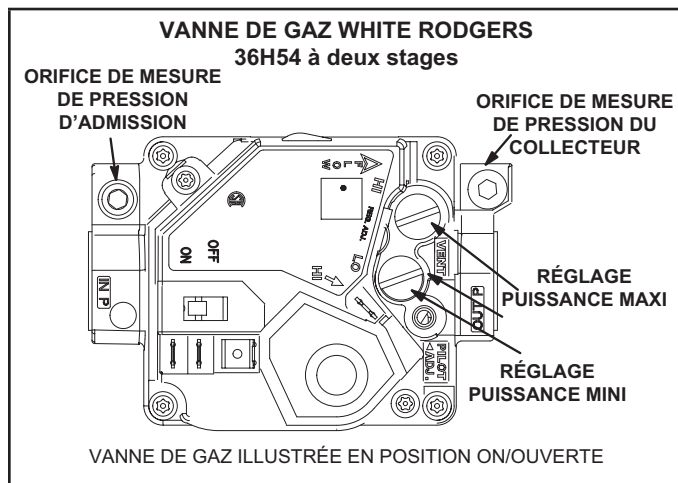
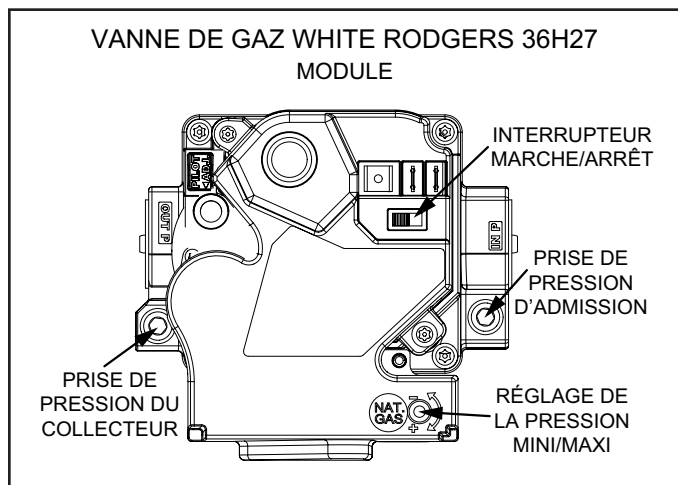

FIGURE 33
FIGURE 34
- 5 - Mettez l'interrupteur de la vanne de gaz sur **OFF/ARRÊT**. Reportez-vous à la FIGURE 33 et au FIGURE 34.
- 6 - Attendez cinq (5) minutes pour vous assurer que tout le gaz a eu le temps de se dissiper. En cas d'odeur de gaz, **ARRÊTEZ!** Appelez immédiatement le fournisseur du gaz depuis chez un voisin et conformez-vous à ses instructions. S'il n'y a pas d'odeur de gaz, passez au point suivant.
- 7 - Mettez l'interrupteur de la vanne de gaz sur **ON/MARCHE**. Reportez-vous à la FIGURE 33 et au FIGURE 34.
Sur la vanne White Rodgers 36H27 et 36H27 (FIGURE 33 et FIGURE 34), la pression d'alimentation peut être mesurée en retirant la vis à tête hex. de 1/8 po. Retirez la vis à tête hex de 1/8 po et installez un raccord ébarbé. Connectez un tube entre le raccord ébarbé et l'appareil de mesure pour mesurer la pression d'alimentation.
Sur les vannes White Rodgers 36H54 et 36H27 (FIGURE 33 et FIGURE 34), retirez le raccord ébarbé de pression d'alimentation et remettez la vis à tête hex de 1/8 po.
Pour mesurer la pression du collecteur avec une vanne White Rodgers 36H27 et 36H27 (FIGURE 33 et FIGURE 34), retirez la vis à tête hex de 1/8 po, installez un raccord ébarbé de 1/8 po et installez un tube entre le raccord ébarbé et le côté « + » de l'appareil de mesure.
4 - Si nécessaire, réglez la pression du collecteur. La FIGURE 33 et la FIGURE 34 indiquent l'emplacement des vis de réglage.